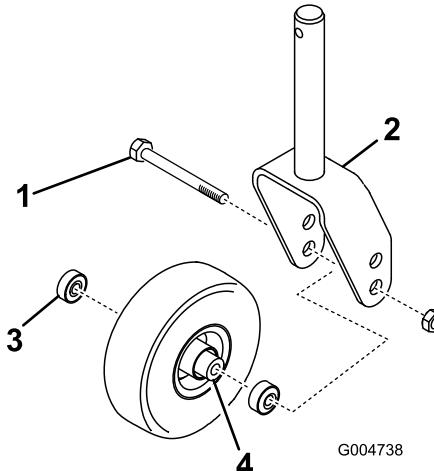

Figura 28
1. Togliete il dado di bloccaggio dal bullone che fissa la rotella orientabile alla forcella (Figura 28). Affrate
2. Togliete il cuscinetto dal mozzo della ruota e lasciate cadere il distanziale del cuscinetto (Figura 28). Togliete il cuscinetto dalla parte opposta del mozzo della ruota.